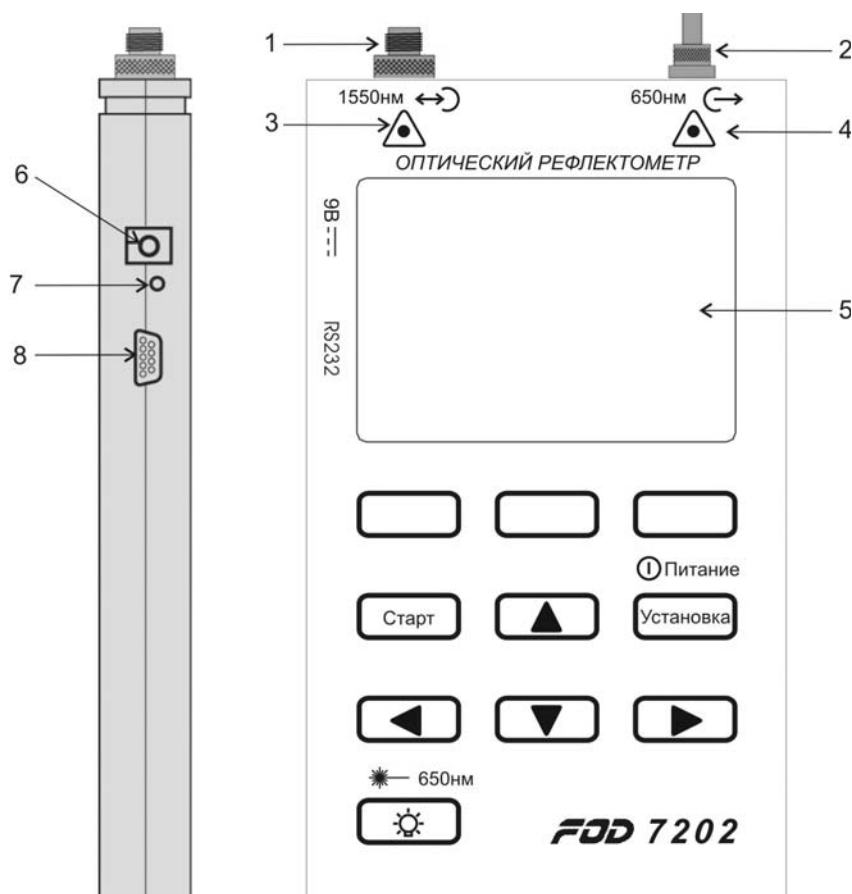

Рис. 1
6.1.1. Расположение и назначение портов и индикаторов показано на рис. 1.